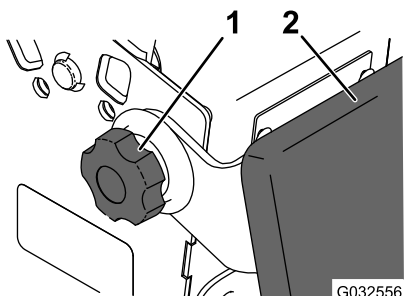

Figura 15
2. Afloje las perillas de giro de cada lado de la máquina (Figura 15).